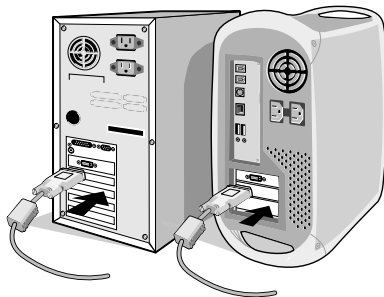

Abbildung A.1
2. PC oder Mac mit digitalem DVI-Ausgang: Verbinden Sie das DVI-D-auf-DVI-D-Signalkabel mit dem Anschluss der Grafikkarte in Ihrem System (**Abbildung A.1**). Ziehen Sie die Schrauben fest.